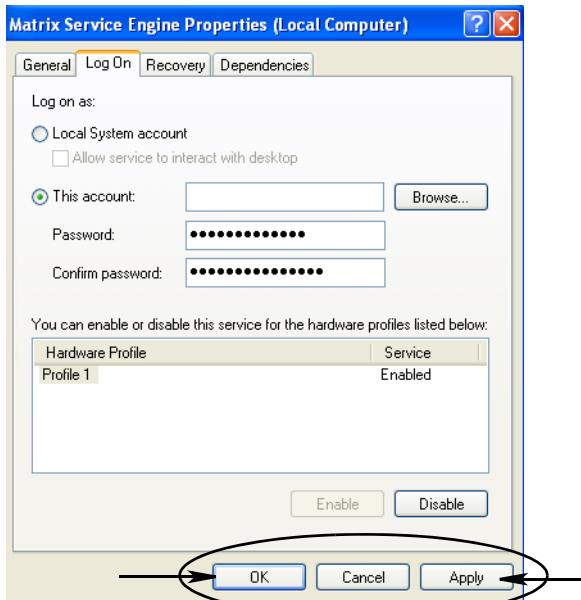

Рис. 60
- Если компьютеру не удастся найти имя пользователя, появится сообщение об ошибке (Рис. 60 на стр. 55). Перейдите к шагу j.
- i. Нажмите «Применить», чтобы изменения вступили в силу, затем нажмите «OK» (Рис. 60).